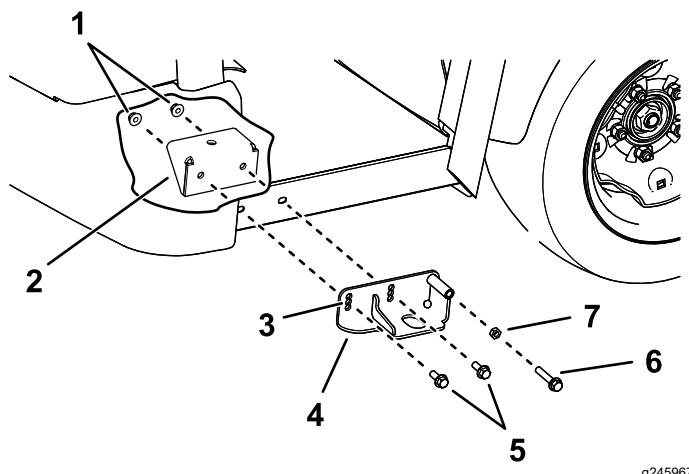

Figura 26
3. Instale o conjunto de montagem esquerdo e o conjunto de montagem direito nos suportes de montagem dianteiros da cabina utilizando 2 parafusos de cabeça hexagonal ($\frac{3}{8}$ pol. x 1 pol.) e 2 porcas flangeadas ($\frac{3}{8}$ pol.) de cada lado (Figura 26).
4. Instale o parafuso de ajuste ($\frac{3}{8}$ pol. x 2 pol.) e a porca hexagonal ($\frac{3}{8}$ pol.) no conjunto de montagem esquerdo e no conjunto de montagem direito em cada lado da máquina Figura 26.
7. Ajuste a cabina lateralmente para assegurar que fica centrada. Utilize o parafuso de ajuste (Figura 26) para centrar a cabina.